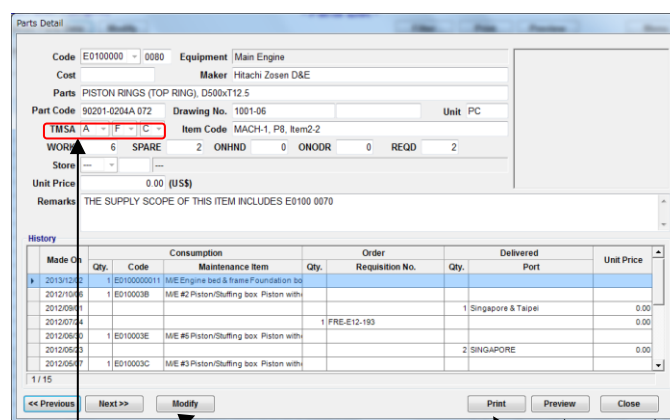

図 12-7 Parts ダイアログ
(19) 部品を選び[detail]を選択すると“Parts ダイアログ”(図 12-7) が表示されます。
(20) SMS カテゴリーのみ変更可能です。変更したい場合は [Modify]を選択してください。
(21) 印刷したい場合は[Print] を選択してください。
(22) 印刷画面を確認したい場合は[Preview]を選択してください。
(23) 画面を閉じるには[Close]を選択してください。
(24) 部品検索には“Code Search”機能または“Filter”機能をご使用ください。(18 章参照)